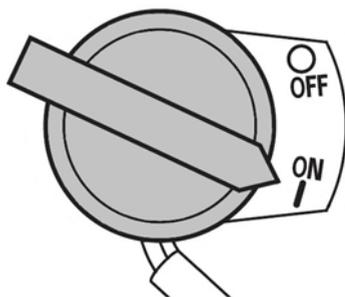

Рис. 16 Выключатель зажигания
- Выключатель зажигания переведите в положение «ON» (ВКЛЮЧЕНО) (Рис. 16).
При возникновении аварийной ситуации, для экстренной остановки двигателя мотопомпы переведите выключатель зажигания двигателя в положение «OFF» (ВЫКЛЮЧЕНО) (Рис. 16).
- Переведите выключатель зажигания двигателя в положение «OFF» (ВЫКЛЮЧЕНО) (Рис. 16).